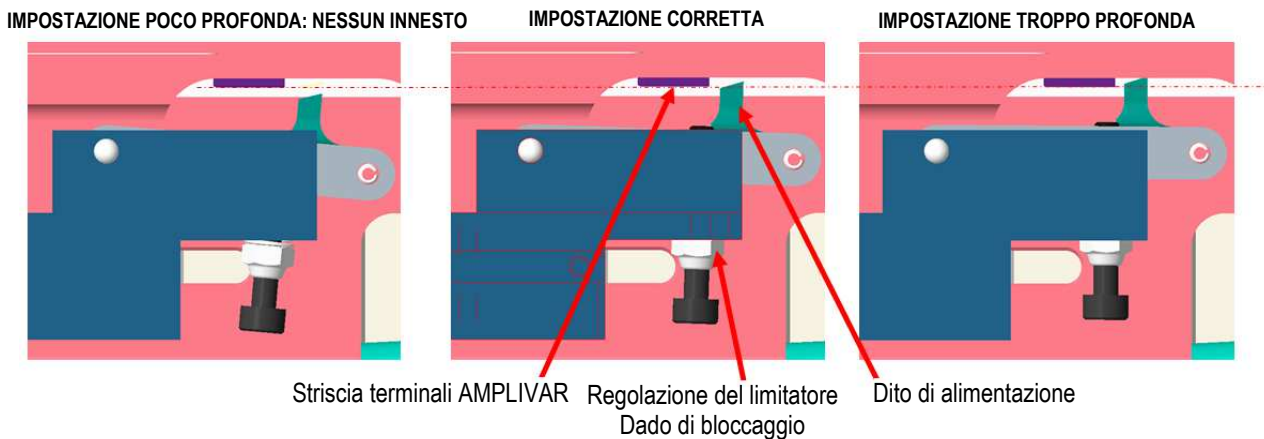

Figura 18
2. Caricare la striscia terminali finché non raggiunge il dito di alimentazione, evitando però di superarlo (vedere Figura 18).
3. Regolare il dado esagonale di bloccaggio del momento torcente (986965-7) finché il dito di alimentazione non è regolato (vedere Figura 18).
La leva di non ritorno deve esercitare una pressione sufficiente alla striscia terminali per evitare che venga tirata indietro dal dito di alimentazione quando viene represso per rilevare il successivo punto di alimentazione. Se necessario, eseguire le regolazioni come indicato di seguito (vedere Figura 18):
3. Ruotare la rotella di regolazione (2161481-1) sulla dimensione "L" appropriata al terminale da lavorare (vedere Figura 18). Fare riferimento al disegno 2161490 per la dimensione "L" dei terminali AMPLIVAR.